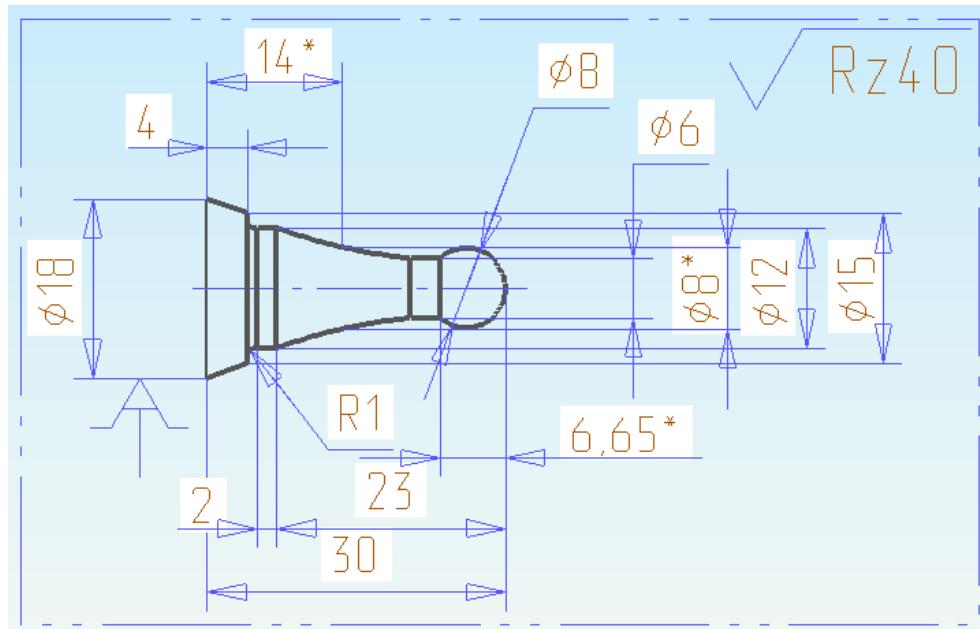

Рисунок 22. Эскиз на фрезерную операцию
5. Создайте эскиз рисунок 22 (см. Уроки 1-3);